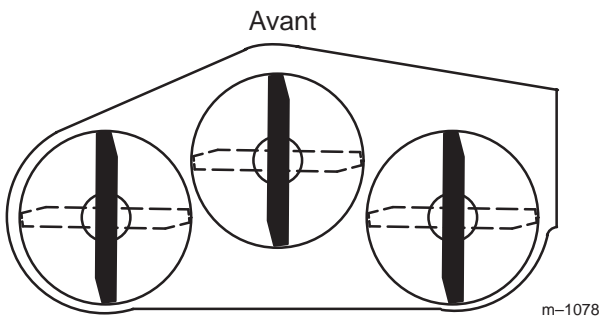
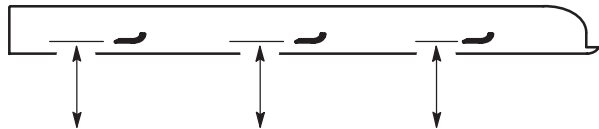

Figure 23
Figure 24
3. Tournez les lames pour qu'elles soient toutes dirigées dans le sens longitudinal (Fig. 23). Mesurez la distance entre la surface plane et le tranchant des lames (Fig. 24) et notez cette valeur.